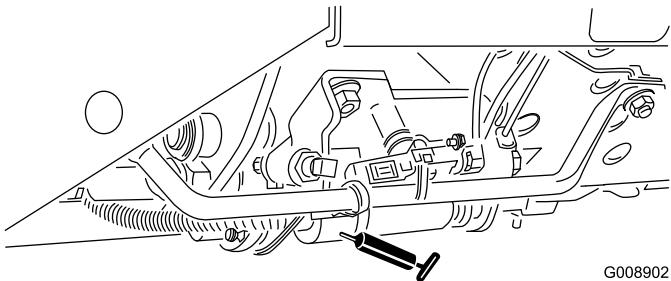

Figura 38
- Slitta di tosatura/trasporto (Figura 38)